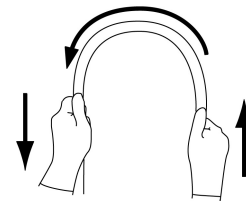

図1
2. 挿入部を両手で持ち、全長にわたって図1に示すように順次半円の頂点をずらすように曲げたときに、適切な軟らかさを有しており、軟らかさが不連続になっているなどの異常がないこと。